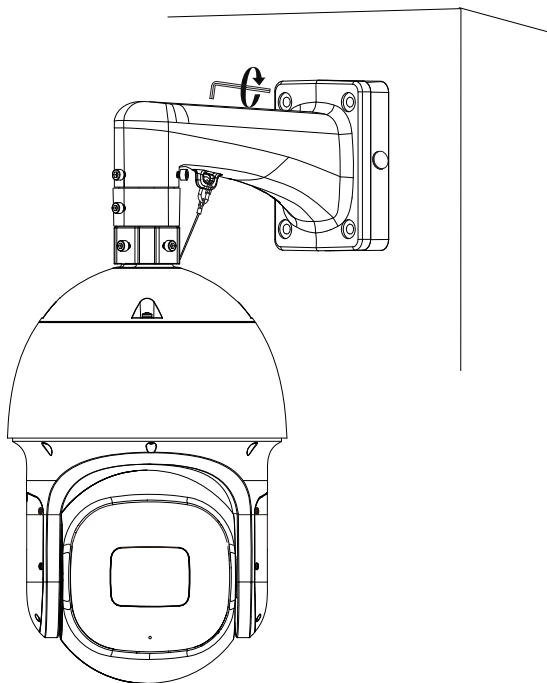

Рисунок 4.10 – Монтаж
15. С помощью ключа S6.0 «Шестигранник» из комплекта поставки кронштейна затяните фиксирующие винты настенного кронштейна (Рисунок 4.10).